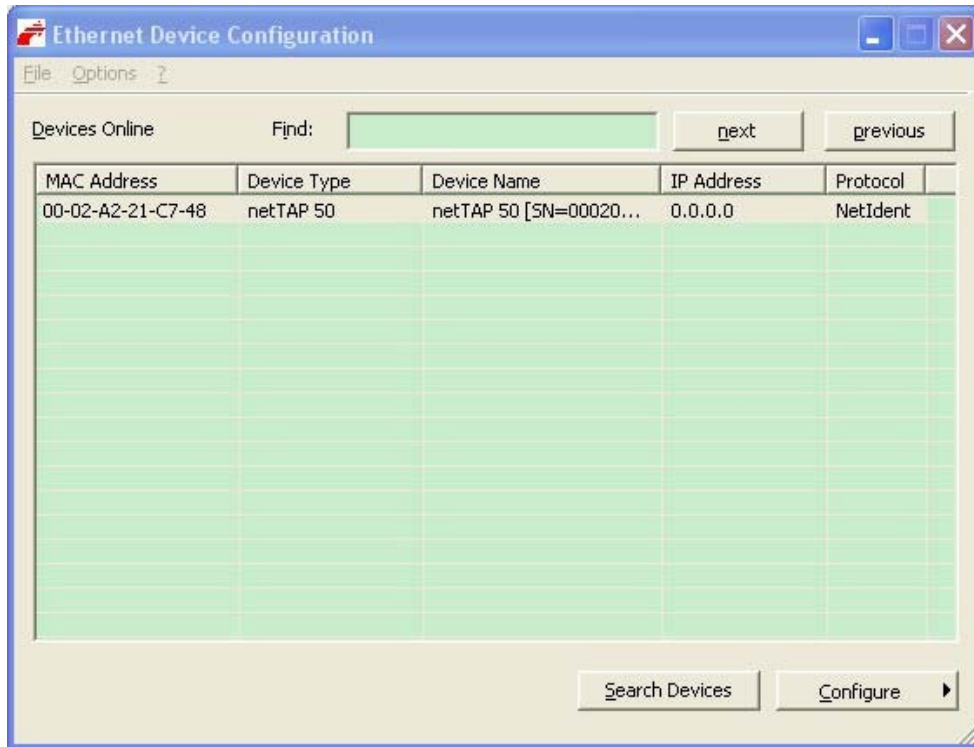

图13
2) 单击Search Devices按钮，显示已经找到的网关，如图13所示：